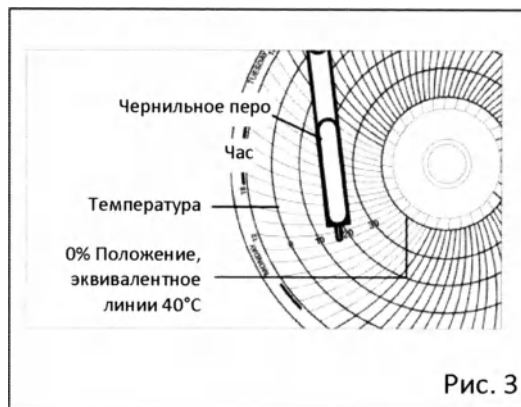

Рис. 3
3. Как показано на Рис. 3, вставьте график регистрации так, чтобы полоска «Начало» ("begin") располагалась в картридже. Проверьте, что сторона бумаги, предназначенная для печати, обращена наружу.
Поверните выключатель питания в положение ON. Чернильное перо будет двигаться по направлению внутрь на круглой бумаге для регистрации и временно остановится в положении 0% (эквивалентное линии 40°C). Затем чернильное перо будет двигаться к положению, которое отображает измеренную температуру (Рис. 3).